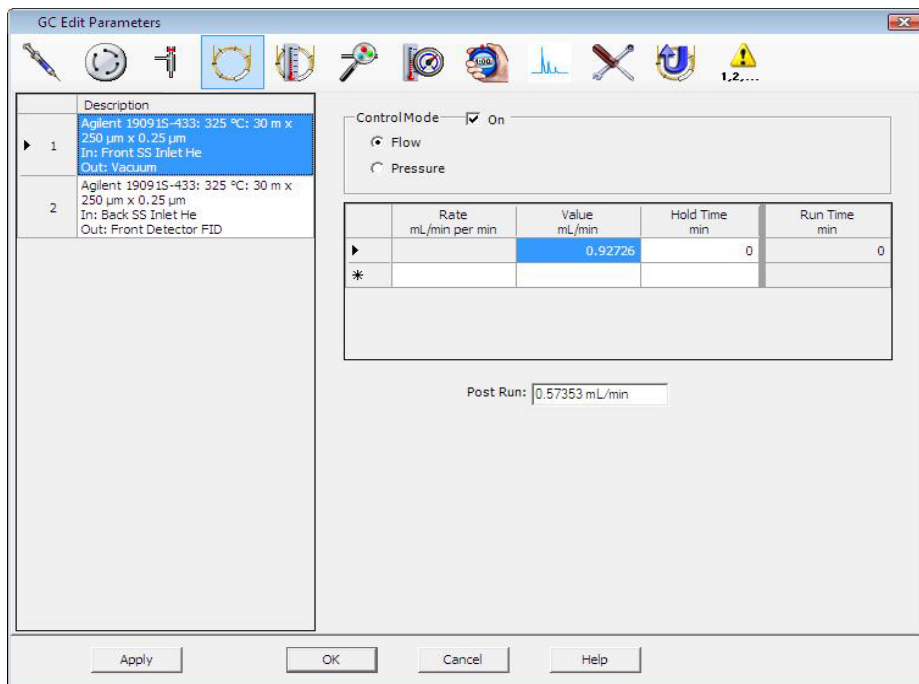

Figure 17 Calcul du débit de la colonne
- 2 Cliquer sur l'icône **Columns** représentant une colonne (comme illustré à la Figure 17).